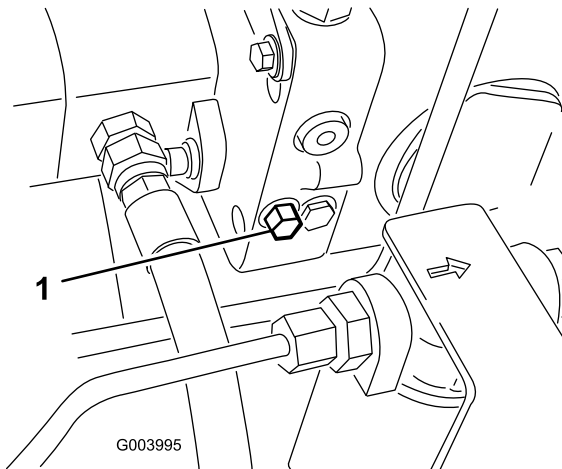

Figura 55
1. Fate ruotare di un giro e mezzo il bullone della valvola di bypass per aprire e lasciare bypassare l'olio all'interno (Figura 55).